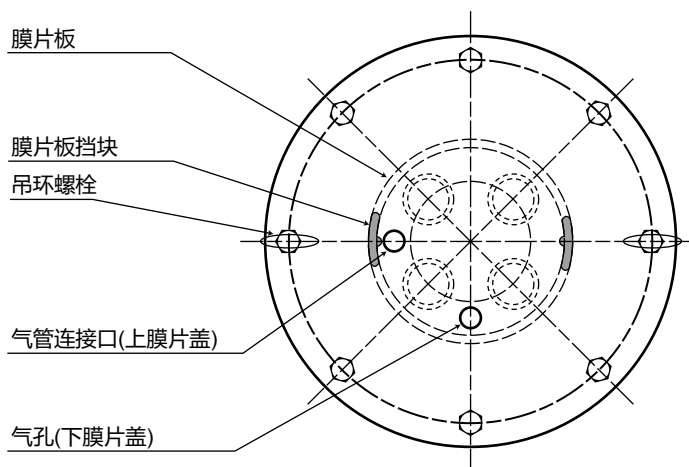

图 4-10 正作用型 PSA1D 型执行机构
- (1) 使用 4 个螺栓将膜片盖（下）固定到支架上。同时，如图 4-10 所示设定气孔。对于 PSA1D 执行机构，将弹簧座固定到膜片盖及支架上。
- (2) 固定弹簧座位置，然后将弹簧安装到弹簧座上（参见图 4-10）。
- (3) 将执行机构连杆（连接着膜片）插入衬套。请防止衬套内侧或防尘圈被连杆的螺纹部分损坏。如果可能的话，请用胶带覆盖螺纹部分。
- (4) 转动执行机构的连杆，将膜片板挡块放在如图 4-10 所示的位置。
- (5) 放置上膜片盖，然后用一对吊环螺栓对其进行固定。
注：将气管连接口设定到如图 4-10 所示的位置。交替均匀地拧紧一对吊环螺栓。拧紧这对螺栓可完成弹簧的初始定位。